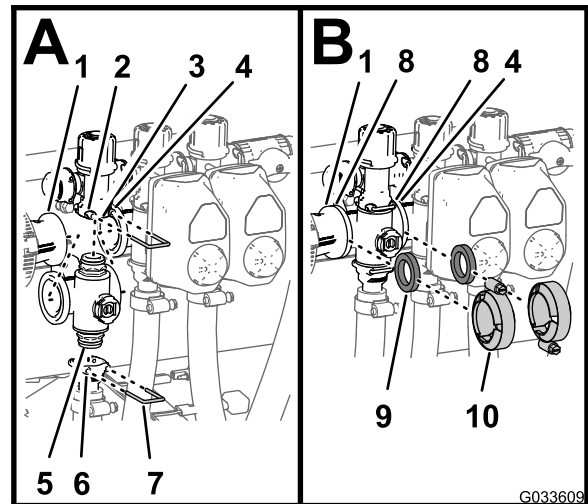

Bild 131
- Setzen Sie das obere Endkappen-Anschlusstück des Verteilerventils in das Anschlusstück des Sicherheitsventils ein (Bild 131 A).
- Stecken Sie einen Halter in die Buchse des Anschlusstückes des Sicherheitsventils, um das Endkappen-Anschlusstück am Anschlusstück des Sicherheitsventils zu befestigen (Bild 131 A).
- Montieren Sie das Auslaufanschlusstück am unteren Endkappen-Anschlusstück des Verteilerventils (Bild 131 A).
- Stecken Sie einen Halter in die Buchse des Auslauf-Anschlusstücks, um das Endkappen-Anschlusstück am Auslaufanschlusstück zu befestigen (Bild 131 A).
- Fluchten Sie eine Dichtung zwischen den Flanschen der Reduzierkupplung und dem Abschnittventilverteiler aus (Bild 131 B).
- Montieren Sie die Reduzierkupplung, die Dichtung und den Abschnittventilverteiler mit einer Klemme und ziehen sie mit der Hand an (Bild 131 B).
den Flanschen der zwei danebenliegenden Abschnittventilverteiler aus (Bild 131 B).
8. Montieren Sie die zwei benachbarten Abschnittventilverteiler und die Dichtung mit einer Klemme und ziehen sie mit der Hand an (Bild 131 B).